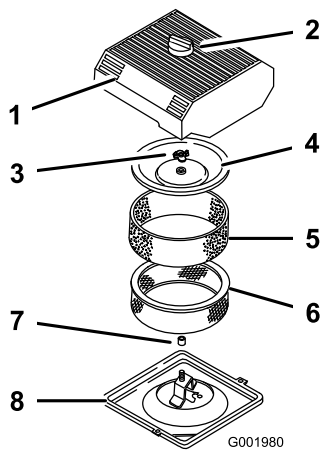

Bild 43
3. Reinigen Sie den Bereich um den Luftfilter herum, um zu verhindern, dass Schmutz in den Motor fällt und Schäden verursacht (Bild 43).
- Lösen Sie das Handrad an der Luftfilterabdeckung und nehmen Sie die Abdeckung ab (Bild 43).
- Schieben Sie das Schaumelement vorsichtig vom Papierelement (Bild 43).
- Schrauben Sie die Abdeckungsmutter ab und nehmen Sie die Abdeckung und das Papierelement ab (Bild 43).
- Schieben Sie den Schaumeinsatz vorsichtig auf den Papierluftfiltereinsatz (Bild 43).
- Schrauben Sie die Abdeckungsmutter mit der Hand auf der Abdeckung fest (Bild 43).
4. Montieren Sie die Luftfilterabdeckung und das Handrad (Bild 43).